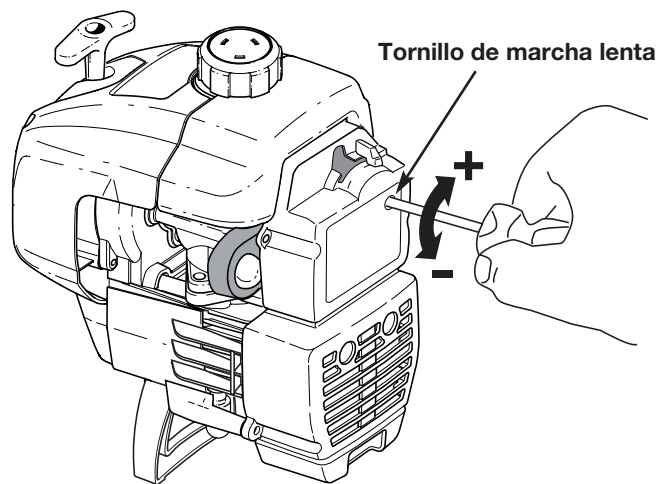

Fig. 28
La velocidad lenta del motor puede ser ajustada por la cubierta del silenciador / filtro de aire (Fig. 28).
2. Suelte el gatillo del regulador y deje que el motor funcione en marcha lenta. Si el motor se para, inserte un pequeño destornillador Phillips o de vástago plano en el orificio de la cubierta del silenciador / filtro de aire (Fig. 28). Gire el tornillo de marcha lenta en sentido horario, de a 1/8 de vuelta por vez (según sea necesario) hasta que el motor funciona en mínima.